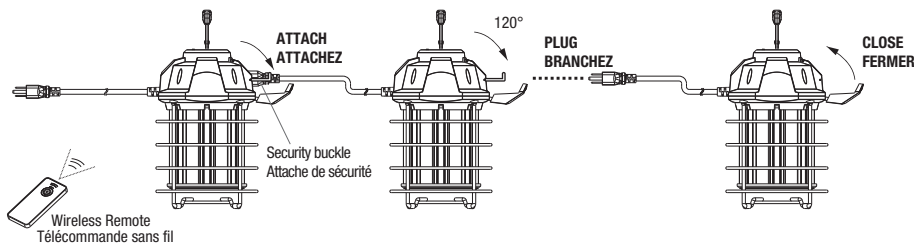

Fig. 3
The LED Temporary High Bay can be turned ON and OFF using the wireless remote control (Fig. 3).
5. To daisy chain luminaires together, open the cap and connect the plug in the socket. Once the second luminaire is plugged into the first one, rotate the security buckle from the first luminaire, to make sure the connection is more firm (Fig. 3).
Le luminaire temporaire à haut plafond DEL peut être allumé/éteint avec la télécommande sans fil (Fig. 3).
Une fois branché, descendez l'attache de sécurité du premier luminaire, afin d'assurer une connexion solide. (Fig. 3).